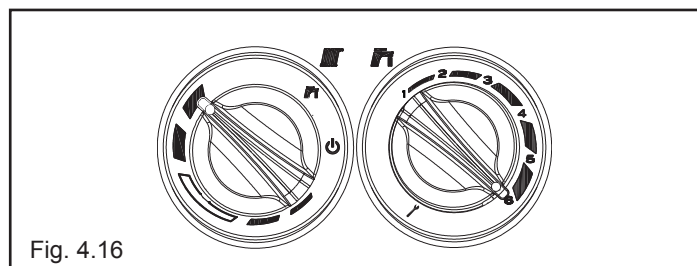

Fig. 4.16
- portare il selettore temperatura acqua riscaldamento al valore massimo (Fig. 4.16)